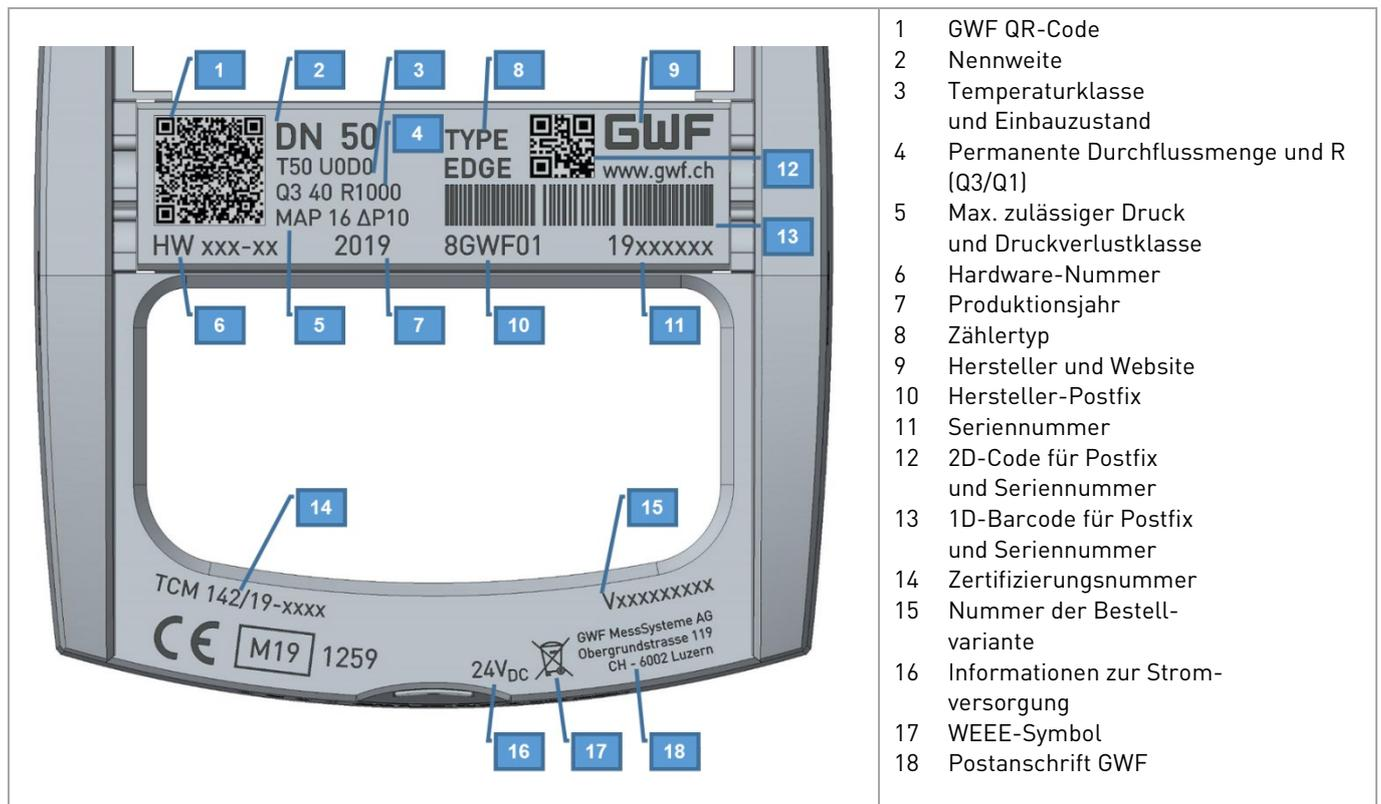

Abb. 13: Beispiel Typenschild (DN50 Zähler)
Das Typenschild (Abb. 13) enthält wichtige Daten zur Identifizierung des Gerätes.
- Betriebstemperatur des Mediums. Abhängig vom Zählertyp: T30 = 0,1 bis +30 °C, T50 = 0,1 bis +50 °C. Temperaturklasse auf dem Typenschild angegeben, siehe **Abb. 13**.
- Druck: Bitte stellen Sie sicher, dass das Messgerät ausschliesslich innerhalb der auf dem Typenschild angegebenen Druckstufe arbeitet (siehe **Abb. 13**).